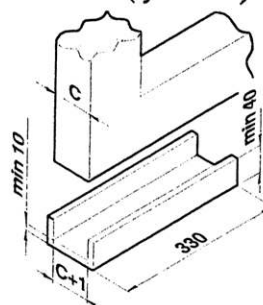

Fig. 9
- przygotować kształtownik U o wymiarach jak na rys.9